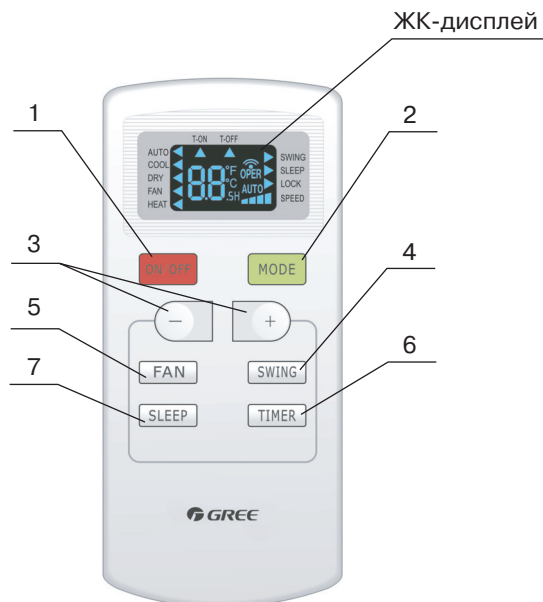

Рис. 5.1
#### 5.1 ПУЛЬТ УПРАВЛЕНИЯ (РИС. 5.1)
- Для управления кондиционера применяется инфракрасный дистанционный пульт (рис. 5.1).
- Комментарии к рис. 5.1 см. таблицу 5.1.